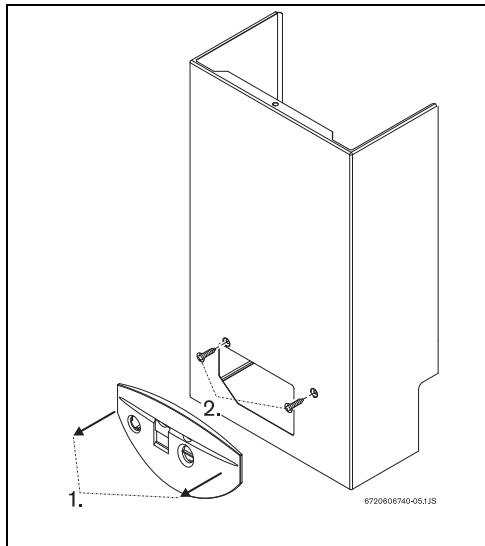

Fig. 11 Smontaggio mantellatura
- Distaccare il pannello frontale tirandolo verso l'esterno (→ Fig. 11, [pos. 1]).
- Svitare le due viti (→ Fig. 11, [pos. 2]).
- Rimuovere il mantello dell'apparecchio (→ vedere Fig. 11).
- Premere contemporaneamente le due leve (A) ed estrarre in avanti il quadro comandi (1).